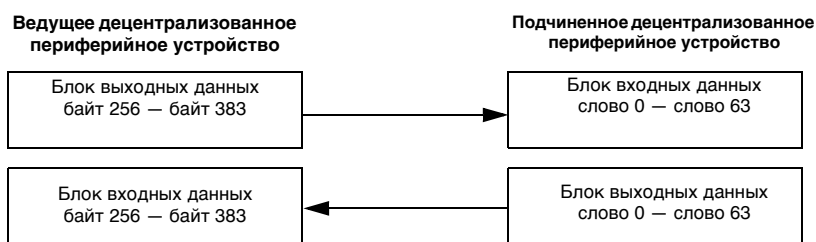

Рис. 49: Обмен данными между ведущим и подчиненным устройствами
- В результате имеется диапазон от слова 0 до слова 63. Данный обмен иллюстрируется на Рис. 49.
ПРИМЕЧАНИЕ. Схема, представленная на Рис. 49, никак не связана с блоками входных и выходных данных в модуле Graco Gateway. Используемая в конфигурации тегов терминология действительная с точки зрения ПЛК (ведущего децентрализованного периферийного устройства). Более подробные сведения см. в разделе **Настройка Graco Gateway**.